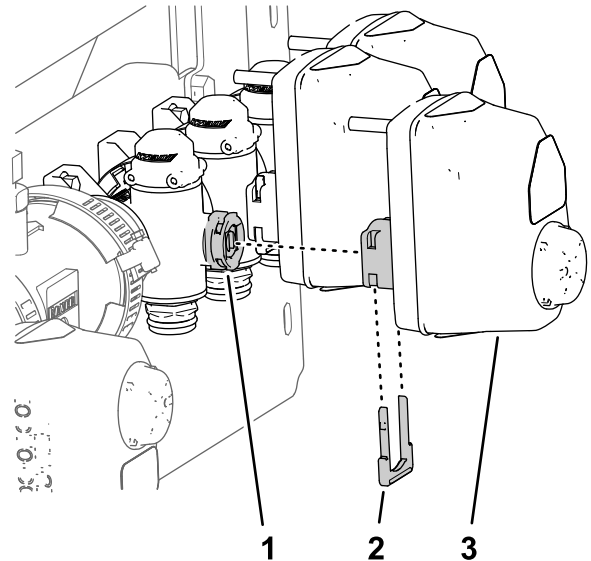

Figura 51
- Alinhe o acoplador do acionador da válvula de secção que retirou no passo 2 de Retirar o acionador da válvula (página 25) com a porta da haste da válvula do coletor (Figura 51).
- Prenda o acionador da válvula de secção à válvula do coletor com um retentor (Figura 51) que retirou no passo 1 de Retirar o acionador da válvula (página 25).